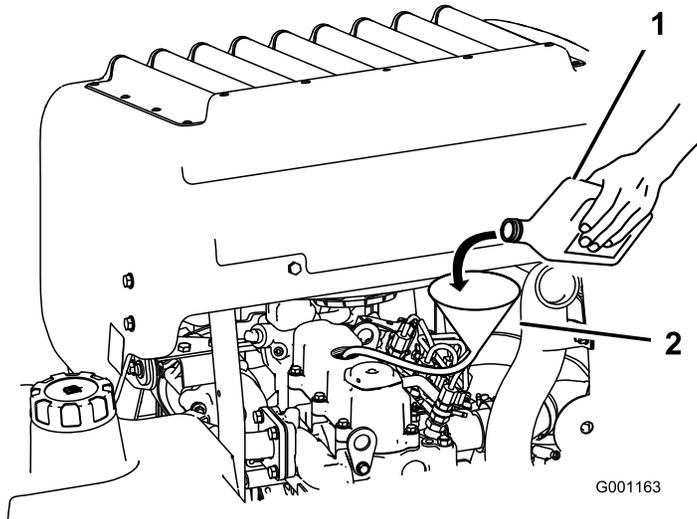

Bild 65
3. Füllen Sie Öl mit einem Schlauch und Trichter in den Motor (Bild 65).